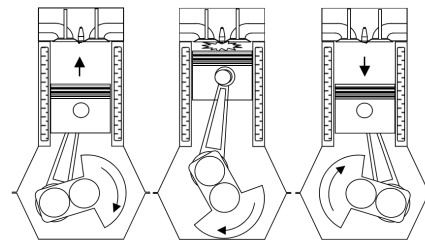

Figure 3
- la phase motrice, constituée de la séquence compression-combustion-détente. Cette phase a lieu dans l'enceinte du cylindre étanche au monde extérieur. Elle comporte toujours une course PMB-PMH du piston pour la compression, une phase de combustion effectuée lorsque le piston est proche du point mort haut PMH et une course PMH-PMB pour la détente de la charge enfermée dans le cylindre (figure 3).